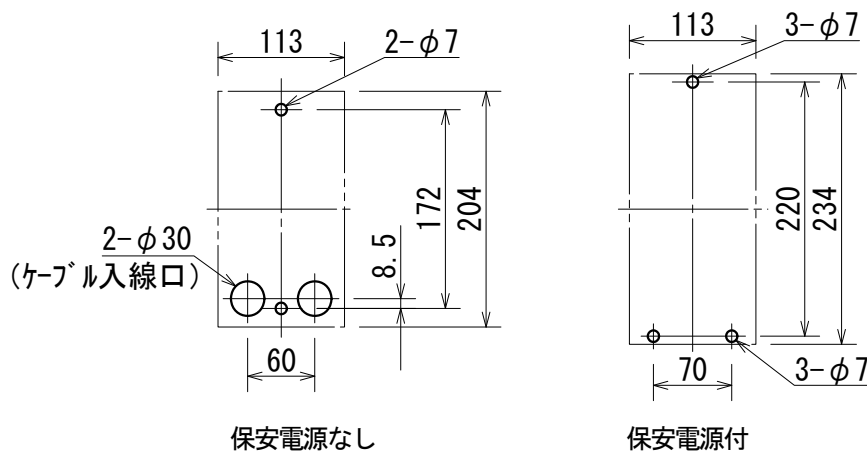

図4 壁掛式 取付穴寸法図
(1) 壁掛式の取付方法
- ① 壁に取付穴を図4のようにあけてください。
- ② 保安電源付の場合は付属の取付板2枚を本体上下に取り付けてください。
- ③ 取付穴にアンカーを打ち込み、まず上側の穴にボルトを取り付けてください。
- ④ 本体の上側のダルマ穴にボルトを引っ掛け下側にボルトを取り付け、上下のボルトを締め付けてください。